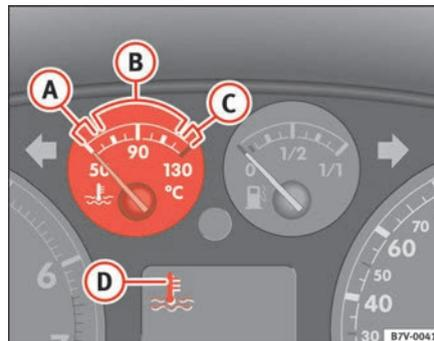

Fig. 45 Cuadro de instrumentos: indicador de la temperatura del líquido refrigerante del motor
Evite regímenes altos de giro y no someta el motor a grandes esfuerzos ⇒ fig. 45 ②.